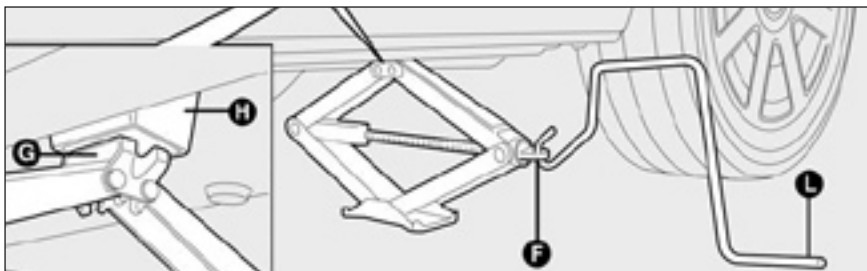

рис. 8
- двигайте рукоятку **F-рис. 8** для того, чтобы домкрат уперся в днище **G-рис. 8** и попал в захват **H-рис. 8**;
- Поворачивайте ручку **L-рис. 8** для того, чтобы поднять машину на высоту нескольких сантиметров над землей так, чтобы это позволило заменить колесо;
- С помощью рукоятки **L-рис. 8** опустите машину и уберите домкрат;